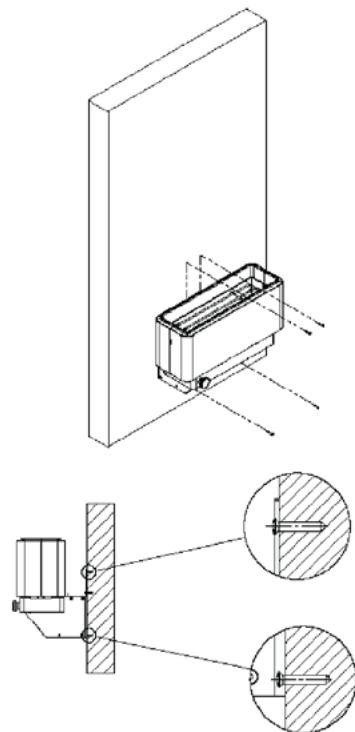

Abbildung 3.5: Montage der oberen und unteren Befestigungsschrauben und Befestigung des Saunaklimageräts an die Wand
3.2.4. Schrauben Sie die Befestigungsbolzen in die oberen und unteren Befestigungslöcher und befestigen Sie das Gerät damit an die Wand. Ziehen Sie dann die unteren Befestigungsbolzen bis zum Anschlag an (Abbildung 3.5).